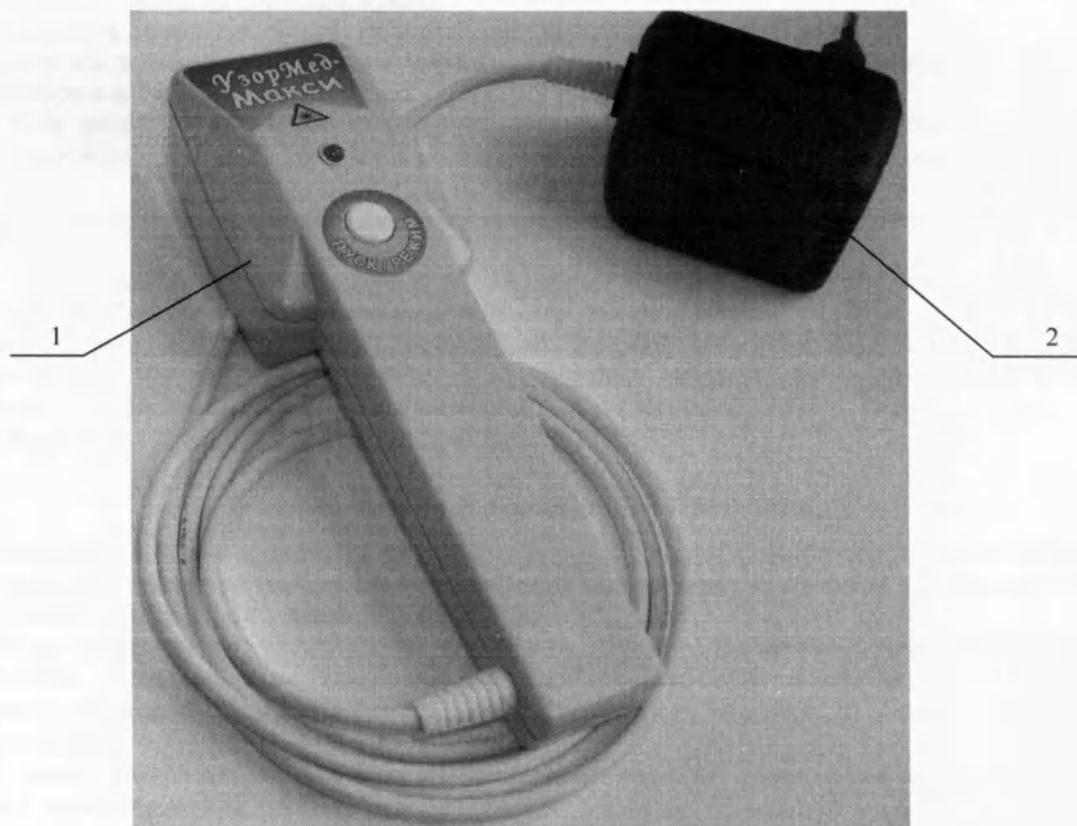

Рис. 1 Внешний вид аппарата «Узормед®-Макси-Кардио»
4.2. Аппарат состоит (см. рис. 1) из блока излучения (1) и блока сетевого адаптера (2), подключаемого непосредственно к розетке промышленной сети 220В. Лечебным фактором аппарата является импульсное ИК-излучение от полупроводниковых лазерных диодов, расположенных в матричном блоке излучения на плоскости площадью 20 см² и непрерывное излучение красного диапазона.